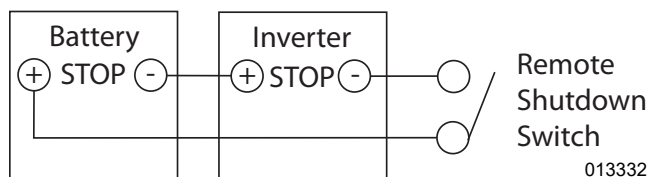
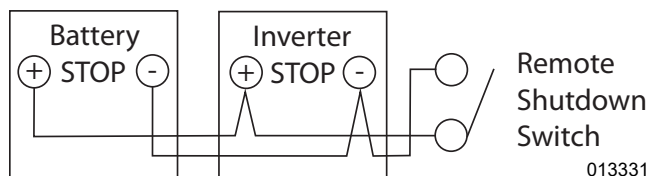

Figure 5-5. Câblage en série de l'interrupteur d'arrêt à distance
Figure 5-6. Câblage en parallèle de l'interrupteur d'arrêt à distance
4. Voir Figure 5-5 et Figure 5-6. Utiliser un câble à deux conducteurs de 20 à 14 AWG à isolation nominale de 600 V pour raccorder un interrupteur homologué UL verrouillable classé au minimum 12 V c.c. et 5 mA (par exemple, un interrupteur d'éclairage unipolaire standard dans un boîtier à l'épreuve des intempéries avec un levier verrouillable). Raccorder l'interrupteur en série ou en parallèle à l'onduleur et à la batterie.